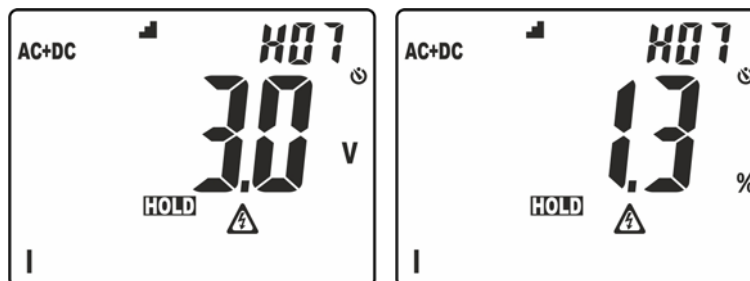

Abb. 4: Anzeige der Reihenfolge der Amplituden der Oberwellenanalyse
- Langes Drücken der Taste (mind. 2s) zur Aktivierung der Funktion **H2O** (**H**igher **H**armonic **O**rding) der Einordnung der Amplituden der Oberwellen. In diesen Bedingungen wird die Funktion "HOLD" automatisch aktiviert, das Symbol "H $\text{█}$ " wird im Display angezeigt, der Bargraph wird deaktiviert und das Gerät zeigt den Wert der Amplitude von allen Oberwellen zwischen der 2. und der 25., in **absteigender Reihenfolge**, von der Oberwelle mit der höchsten Amplitude, wie in der Abb. 4 gezeigt.
Im Beispiel in der Abb. 4 ist die Oberwelle mit der höchsten Amplitude die 7. Drücken Sie die Taste  $\blacktriangle$  um die Amplituden der restlichen Oberwellen anzuzeigen und drücken Sie nochmals die Taste **H/H%/H $\text{█}$** , um die Anzeige von absoluten oder prozentualen Werten zu aktivieren. Drehen Sie den Funktionswahlschalter zum Verlassen der Funktion.